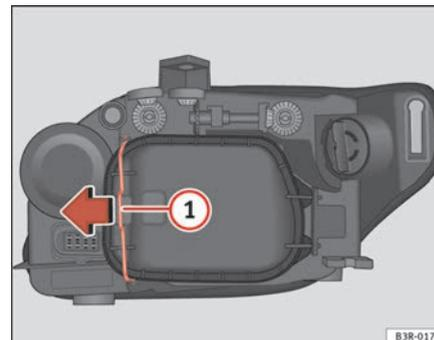

Fig. 195 Luz de presença (lado exterior do veículo)
- Desloque o tirante ⇒ página 267, fig. 195 ① no sentido da seta e retire a tampa rígida separando primeiro o lado do tirante e retirando depois as duas patilhas da extremidade contrária da tampa.